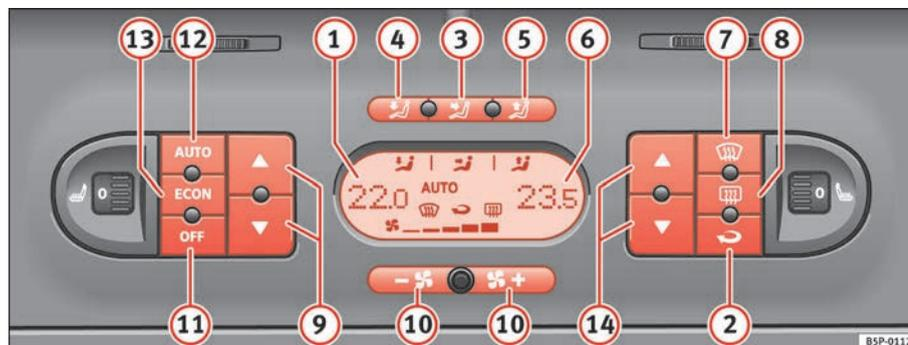

Fig. 131 Sulla plancia portastrumenti: i comandi del Climatronic 2C
- Premere uno dei tasti compresi tra ⇒ pag. 163, fig. 131 ③ e ⑤ oppure il tasto **ECON**; altrimenti ruotare la manopola di regolazione della ventola ⑩. Il simbolo **AUTO** scompare dal display.
- Il ricircolo dell'aria si attiva e si disattiva premendo il tasto  ⇒ pag. 163, fig. 131 . La funzione risulta attiva quando sul display appare il simbolo .